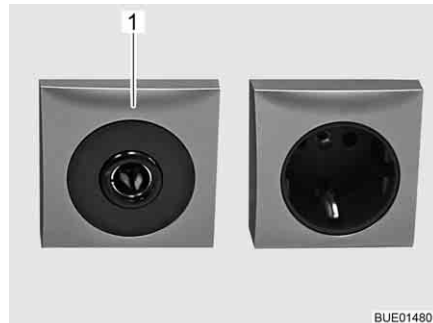

Fig. 95 Prise de courant 12 V/10 A
- ▷ Ne brancher aux prises de courant (Fig. 95,1) du réseau de bord 12 V que des appareils de maximum 10 A.